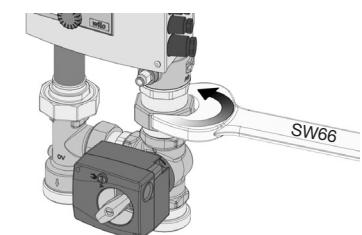
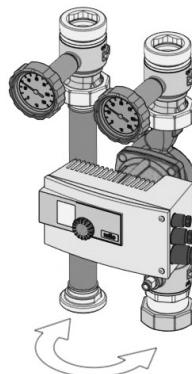

Abb. 7
Abb. 8
2. „Regumat M3-180 plus“: Überwurfmutter am 3-Wege-Mischhahn mit einem Maulschlüssel SW66 lösen und Mischhahn abnehmen. Pumpenstrang und Flanschrohrstrang tauschen (Abb. 7, Abb. 8).
3. „Regumat S-180 plus“: Pumpenstrang und Sperrventilstrang aus der Wandhalterung lösen und tauschen (Abb. 8).